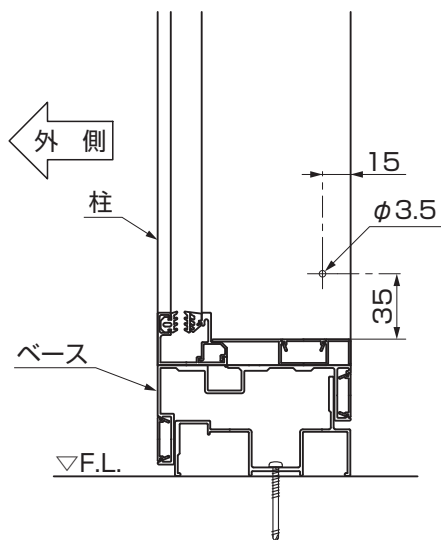
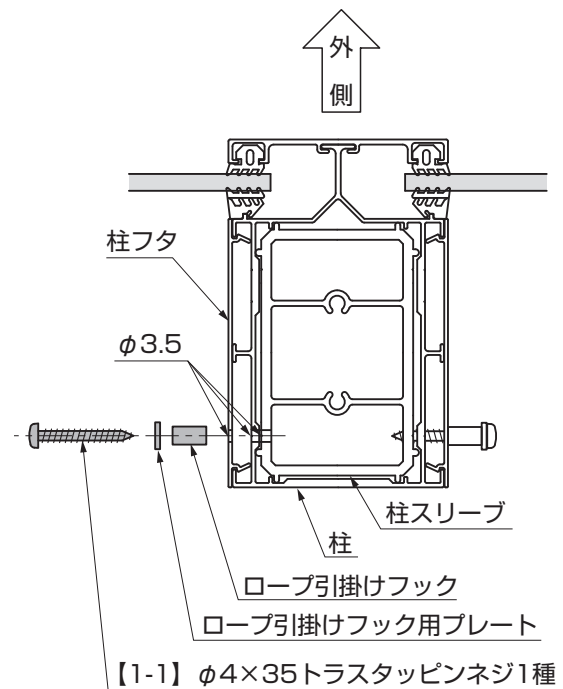

図3-1
図3-2
- ①柱フタ、柱、柱スリーブに、φ3.5の穴をあけてください。(図3-1、図3-2参照)